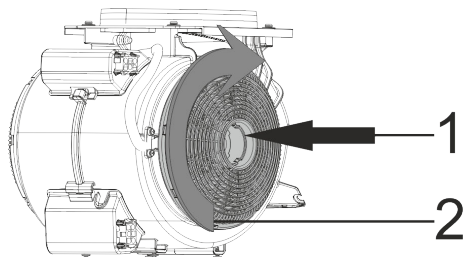

Fig. 5: KUL10 & KUL13
- Montera kolfiltrena på motorns sidor (Fig. 5).
- Vrid fast dem ordentligt medurs så att de låses fast (Fig. 5).